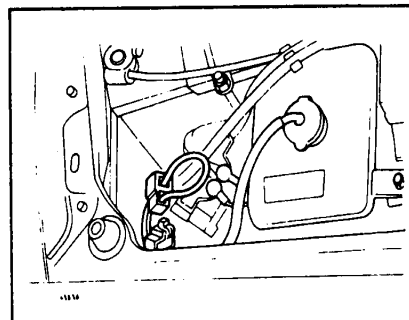

Рис. 2 Контрольный разъем
- ☐ Закоротите клеммы контрольного разъема, рис. 2.